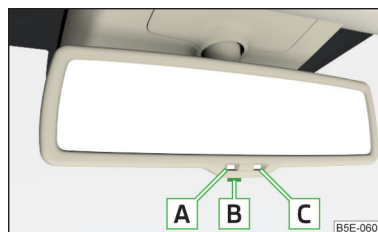

Fig. 61 Retrovisor interior con ofuscación automática - Variante 2
**Espejo con ofuscación automática - Variante 2** » fig. 61